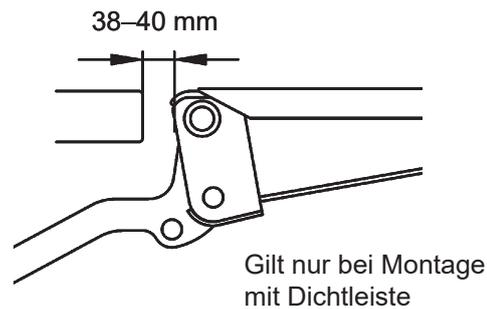

Abbildung 46. Sicherstellen, dass der Abstand zwischen Ladefläche und Bordwand 38–40 mm beträgt.
1. Sicherstellen, dass der Abstand zwischen Ladefläche und Bordwand 38–40 mm beträgt, siehe Abbildung 46.